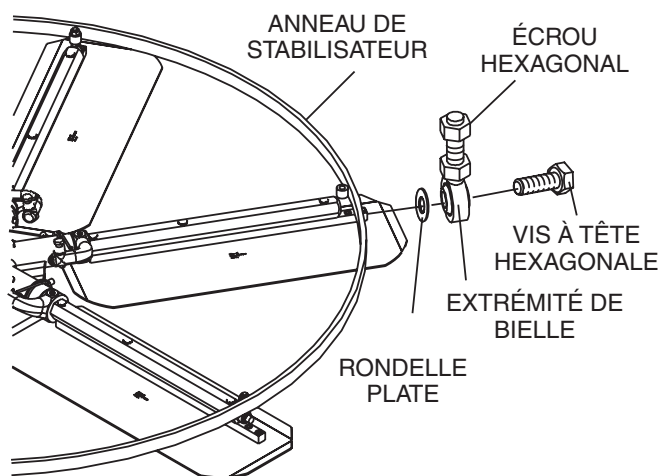

Figure 32. Dépose de l'anneau stabilisateur
5. Pour retirer l'anneau stabilisateur extérieur (figure 32), retirer les six écrous à l'extrémité de chaque bras du tripode.